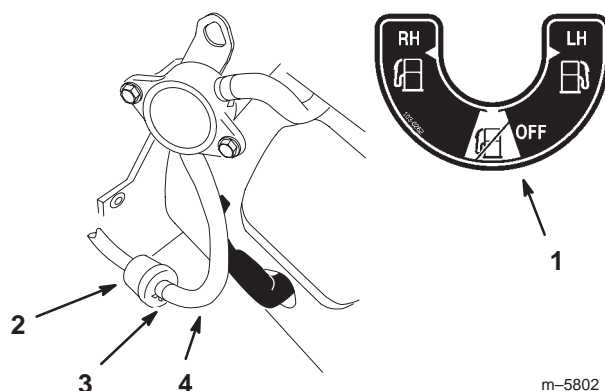

Figure 42
2. Fermez le robinet d'arrivée de carburant sur la console (Fig. 42).
5. Posez un filtre neuf et rapprochez les colliers de fixation du filtre pour fixer le flexible d'alimentation (Fig. 42).
2. Fermez le robinet d'arrivée de carburant (Fig. 42).
3. Desserrez le collier de serrage au niveau du filtre à carburant et repoussez-le le long de la conduite d'alimentation pour l'éloigner du filtre (Fig. 42).
4. Débranchez la conduite d'alimentation du filtre (Fig. 42). Ouvrez le robinet d'arrivée de carburant et laissez l'essence s'écouler dans un bidon ou un bac de vidange.
5. Raccordez la conduite d'alimentation au filtre. Rapprochez le collier de serrage du filtre pour fixer la conduite d'alimentation (Fig. 42).